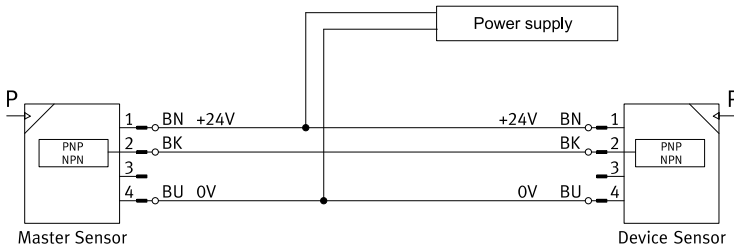

Fig. 10 Назначение контактов
- Главный датчик соединен с датчиком устройства → Fig.10.
6. Если требуется установить параметры следующего датчика, подключите этот датчик после “→ Fig.10” и повторите пункт 5.